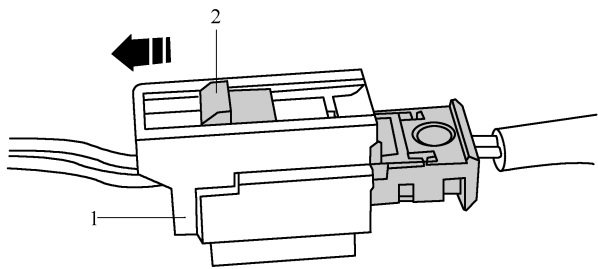

图 6-2-27 按压锁止凸耳并沿箭头方向拔出插接器
- (1) 拆下后座长椅。
- (2) 如图 6-2-27 所示, 按压锁止凸耳 2 并沿箭头方向拔出插接器 1。
- (3) 用电缆扎带固定松脱的插接器, 安装后座椅。